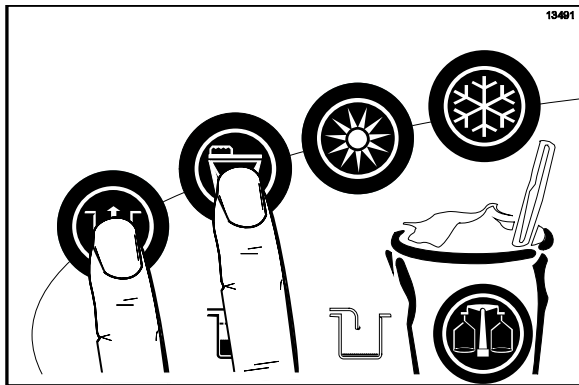

Figure 160
15. Appuyer sur les symboles LAVAGE et POMPE   pour interrompre les modes LAVAGE et POMPE et fermer la vanne de sortie (Cf. Figure 160).